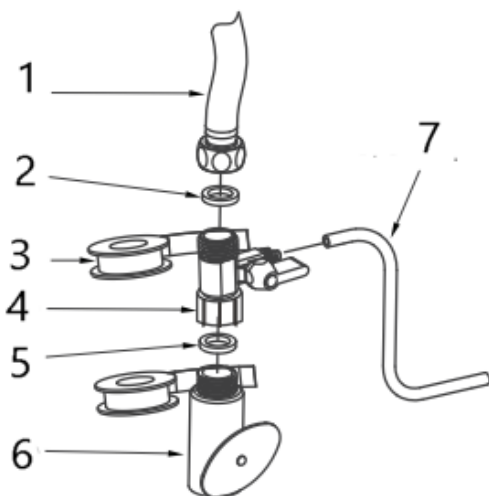

Abb. 1
3. Verbinden Sie das Umleitungsventil mit dem Speisewasserventil und dem Schlauch (Abb. 1).